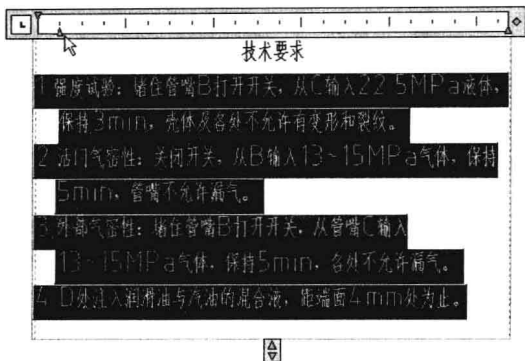

图 5-2-10
- (5) 选择文字，使其反黑显示，单击并向右移动标尺上的段落“悬挂缩进”按钮 Δ ，修改段落排式，如图 5-2-10 所示。